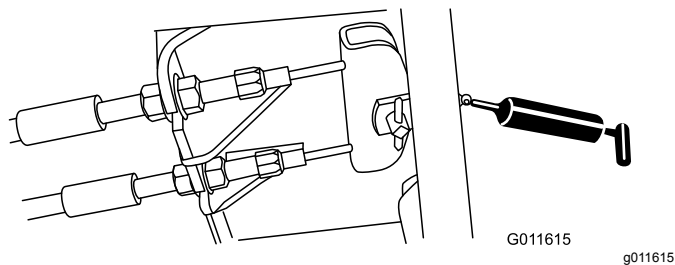

Figura 65
- Pedale del freno (1) – Figura 65